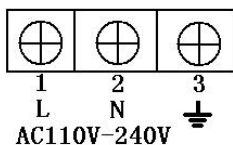

图 2
- 灯具上有 2 个 Φ25.5 的进线孔 (配有 M25 的电缆防水接头), 分别接电源输入线和输出线 (见接线示意图 2)。